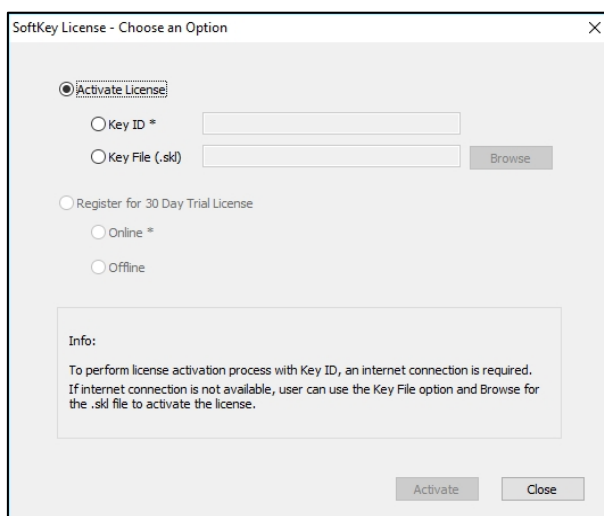

図 8. ライセンスのアクティベーション
- 「**オプションを選択**」ページ（図8）で、「**KEY ID**」を選択します。
- [**オプションの選択**] ページ（図8）で、[**KEY FILE (.skl)**] を選択します。